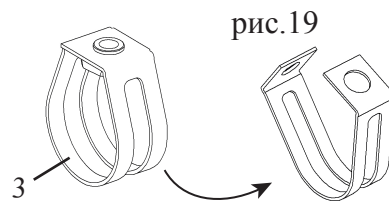
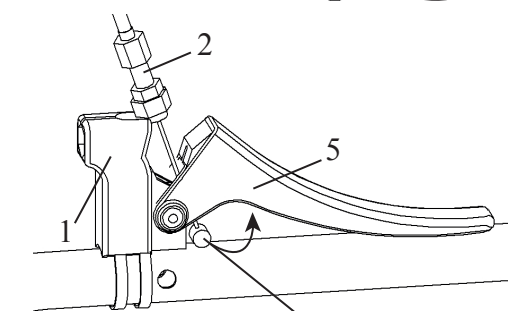
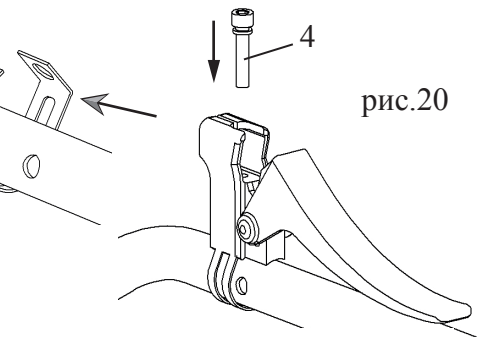
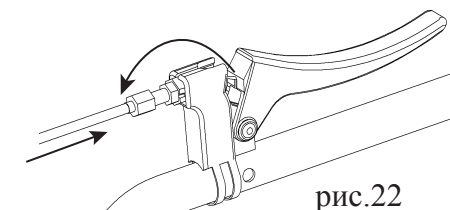

рис.19
рис.21
рис.20
рис.22
Вывернуть крепежный винт (4) хомута (3), от рукоятки отсоединить хомут, разжать его, установить на руль (правая рукоятка) и сжать (рис.19). Установить рукоятку на хомут, совместить отверстия хомута и рукоятки, закрепить с помощью винта (4) М6х30 (рис.20). Сверху в рукоятку (1) вставить трос сцепления (2) и завести наконечник (6) в рычаг рукоятки (5) (рис.21). Вставить разрезную гайку (7) до упора в шестигранное отверстие ручки (1) (рис.22).